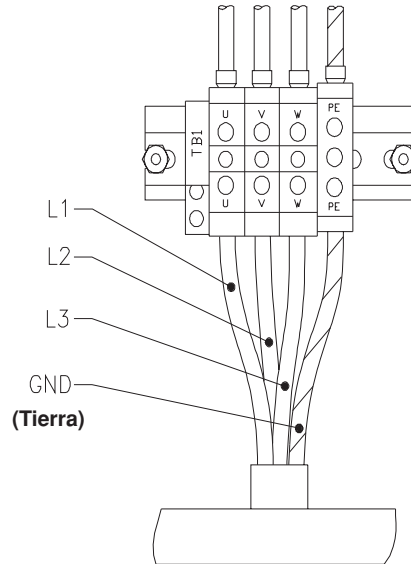

Figura a-3 Conexiones del cable de alimentación a TB1
4. Conecte los cables L1 al terminal U, L2 al V y L3 al W (véase fig. a-3). Asegúrese de que todas las conexiones están apretadas para evitar sobrecalentamientos.
5. Conecte el cable de tierra al terminal marcado con PE en TB1 (véase fig. a-3).